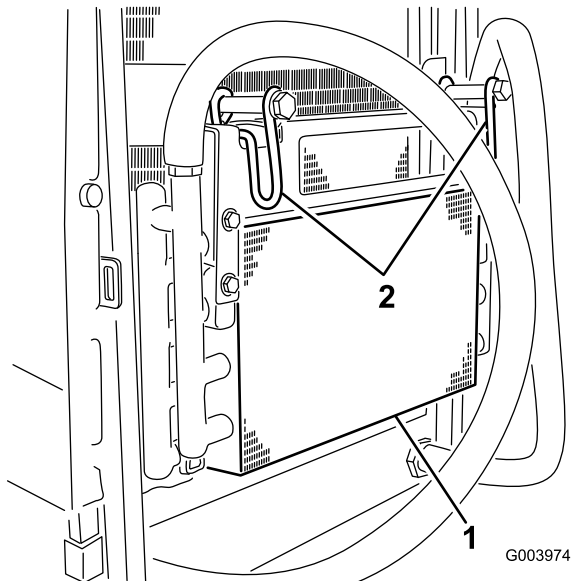

Рисунок 58
5. Поверните защелки внутрь, чтобы освободить маслоохладитель (Рисунок 58).